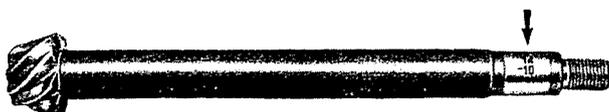

Abb. 189 - Vorgelegewelle mit Antriebskegelrad.
b = Richtzahl am Schaft des Antriebskegelrads (Abb. 189);
3) Richtzahl am Schaft des Antriebskegelrads ablesen, der dem Formelzeichen «b» entspricht (Abb. 189).